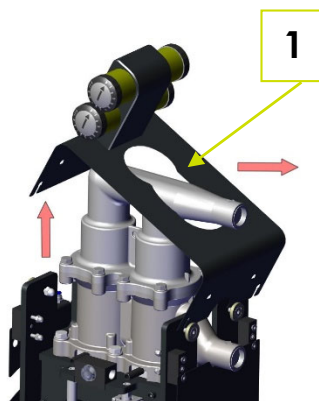

Fig. 4-6: Démontage de la protection supérieure
4. Démontez le carénage supérieur (1) dans le sens de la flèche (Fig. 4-6 : Démontage de la protection supérieure).